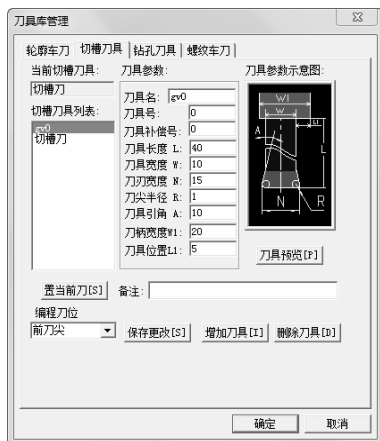
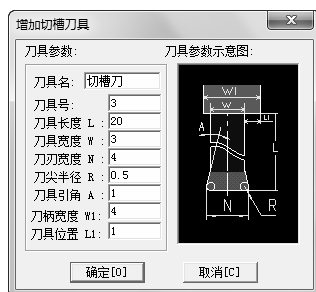

图 6-62 刀具库管理对话框
图 6-63 增加切槽刀具
(3) 设置增加切槽刀具 单击“切槽刀具”选项卡，如图 6-62 所示。然后再单击“增加刀具 [I]”按钮，弹出“增加切槽刀具”对话框，设置切槽刀具参数如图 6-63 所示。